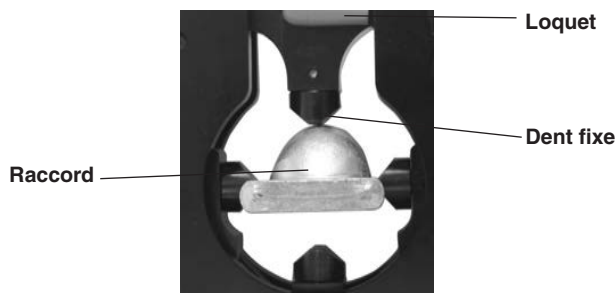

Figure 3 – Alignement du raccord sur la dent fixe
6. Respectez les consignes du fabricant des raccords de connexion visant l'emplacement du sertissage. Certaines sections de fil pourront nécessiter plusieurs sertissages par raccord. Centrez le raccord contre la dent fixe du loquet (Figure 3). Un raccord qui n'est pas centré et appuyé contre la dent fixe du loquet ou qui est positionné au centre de la tête pourrait occasionner un sertissage incomplet et endommager l'appareil.